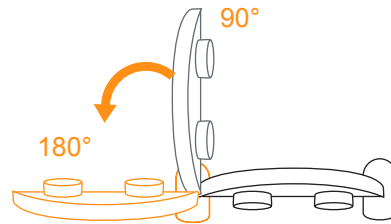

Fig. 12b
• To remove the child tray: Press the release button and rotate the tray 180 degrees and pull the tray until it released (Fig. 12b).
• Para retirar la bandeja para niños: Presione el botón de liberación y gire la bandeja á 180 grados y jale la bandeja hasta que se libere. (Fig. 12b).